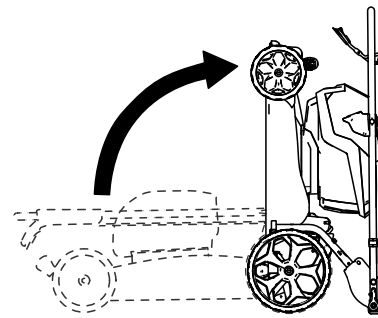

Figure 17
5. Rabattez le guidon complètement en avant, comme montré à la Figure 17.
6. Levez l'avant de la machine par le guidon et amenez-la dans un lieu de remisage (Figure 17).